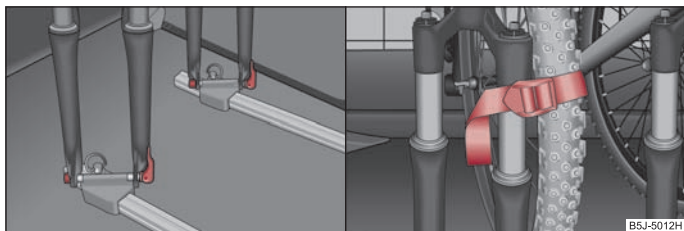

Fig. 70 Installer une bicyclette / fixation de la roue avant
- Poser la fourche de bicyclette sur l'axe de fixation et la serrer avec le tendeur rapide ⇒ fig. 70.
- Coincez la roue avant enlevée, le mieux étant entre la manivelle de la pédale gauche et le cadre de la bicyclette; fixez-la à la fourche avant avec une sangle ⇒ fig. 70, ou à un point de fixation.